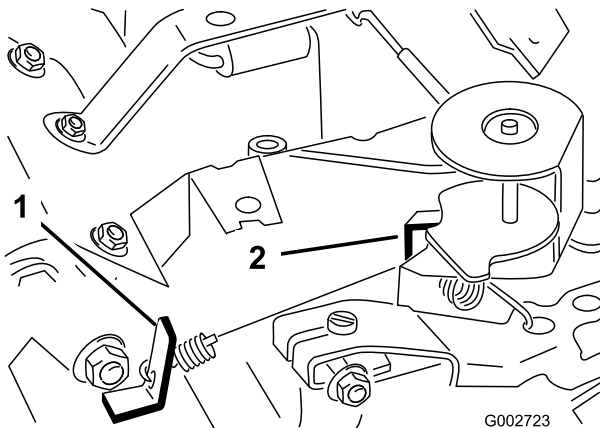

Bild 37
3. Biegen Sie den Anker-Federmitnehmer (Bild 37), um eine Leerlaufgeschwindigkeit von 1725 ± 50 U/min zu erzielen. Prüfen Sie die Motordrehzahl mit einem Drehzahlmesser.
5. Stellen Sie den Gasbedienungshebel auf „Schnell“. Biegen Sie den Federankermittelnehmer in der Vollgaseinstellung (Bild 37), bis Sie eine Vollgasdrehzahl von 3400 ± 50 U/min realisieren.